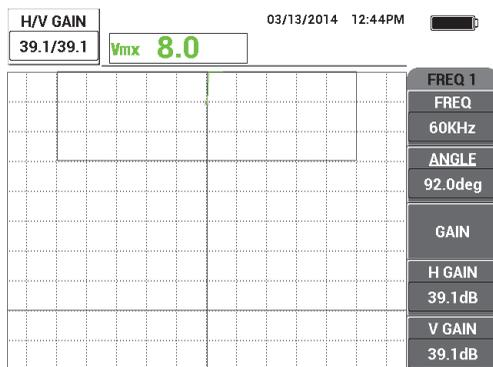

図 5-85 ゲインの調整
8. 消去キー（）を押し、試験片上にプローブをもう一度置き（このとき、例えば名刺 3 枚分の厚みとなるように、大きいほうのリフトオフまたは塗装の厚さを使用します）、ゲインキー（dB）を押し、ライブドットが画面領域内に位置し、画面の高さおよそ 90% になるまでゲインを下げます（190 ページの図 5-85 を参照）。